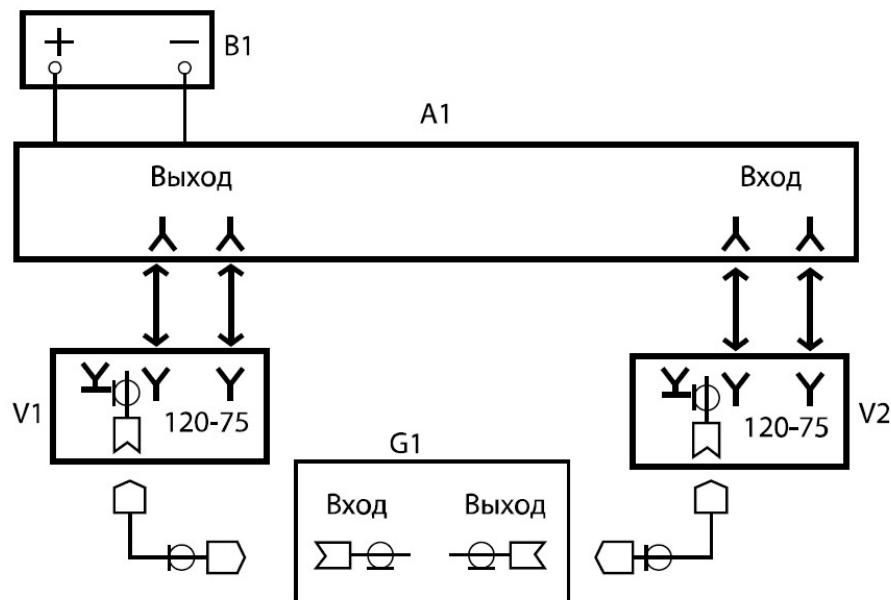

Рисунок 13.7.6.1 - Определение погрешности установки размаха вводимого фазового дрожания и погрешности измерения фазового дрожания
13.7.6 Определение погрешности установки размаха вводимого фазового дрожания проводят по схеме рис. 13.7.6.1.
На анализаторе G1 (рис.13.7.6.1) устанавливают скорость передачи сигнала - 2048 кбит/с; сигнал - ПСП 2^{15} -1; код - HDB-3 ; вход - 75 Ом; режим измерения фазового дрожания (джиттера).
13.7.7 Определение абсолютной погрешности измерения размаха фазового дрожания проводят по схеме рис. 13.7.6.1.